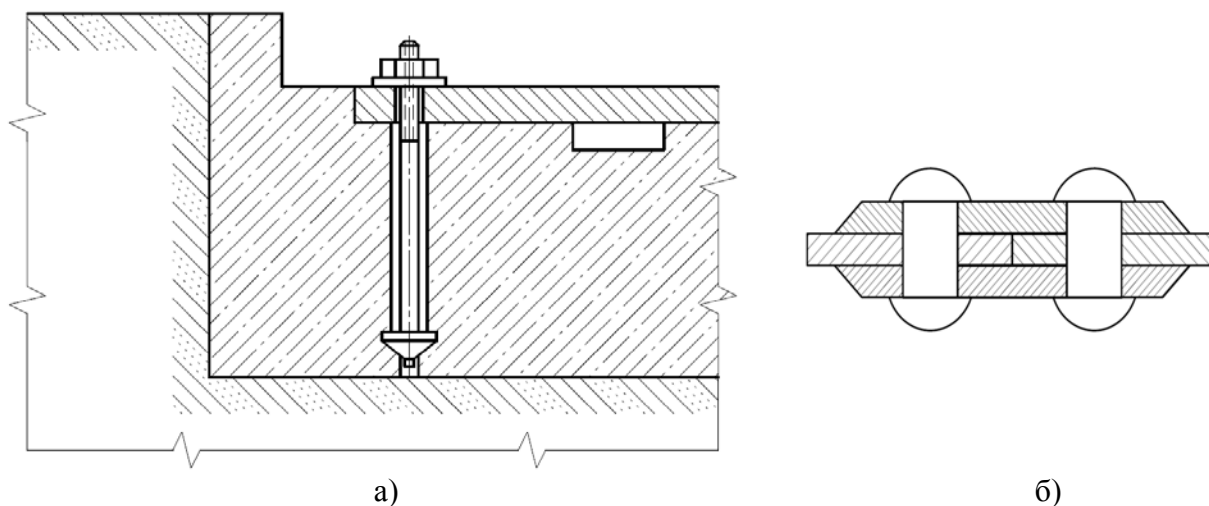

Рисунок.9.5.Примеры штриховки объектов: а) штриховка по контуру, б) штриховка соприкасающихся поверхностей.
8. **Сплошная тонкая линия с изломами** применяется при вычерчивании длинного края оборванного изображения детали толщиной от $s/2$ до $s/3$ (рисунок. 9.5.а).